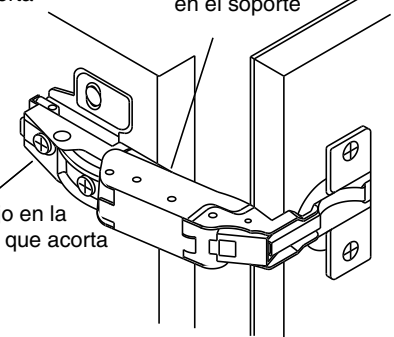
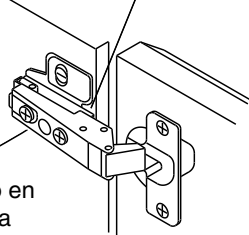

Fig. 10
Fig. 11
3. Compruebe la puerta para saber si hay la alineacion apropiada. Si la puerta necesita ser ajustada por favor refiera a los procedimientos de ajuste adentro Fig. 10 y Fig. 11. Los bordes de la puerta se deben alinear con los bordes del cuerpo y deben caer uniformemente a la cara del cuerpo.